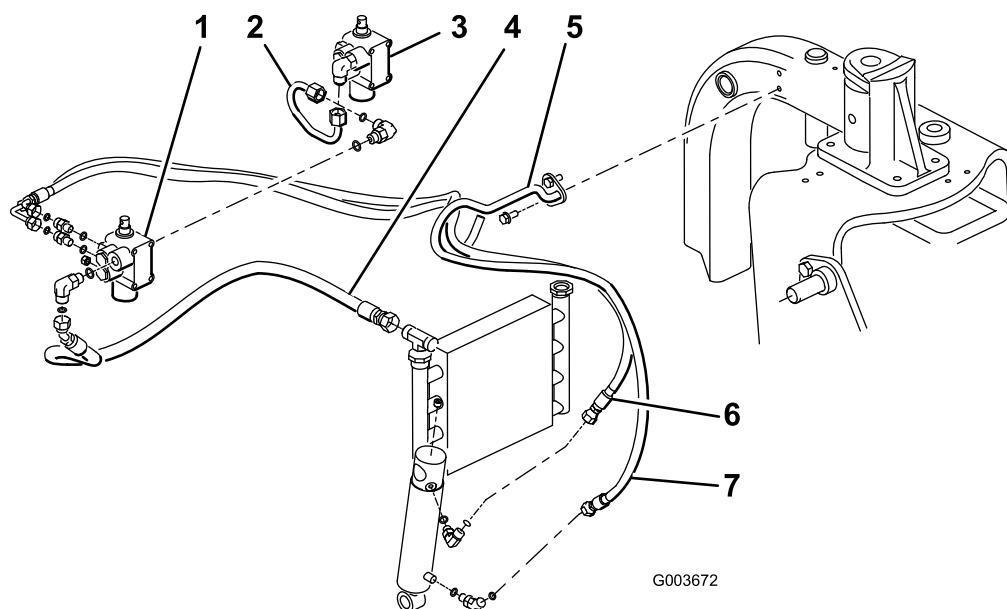

Рисунок 14
Примечание: Для сведения к минимуму потерь масла при снятии гидравлической трубы имейте наготове запасной шланг или заглушите фитинг на маслоохладителе одним из транспортировочных защитных колпачков, снятых при узле трубы, № по кат. 108–8447 (Рисунок 14).
4. Подсоедините узел трубы, № по кат. 108-8447 к 90-градусному фитингу на левой стороне нового клапана и к освободившемуся фитингу на существующем подъемном клапане (Рисунок 14).
5. Подсоедините 45-градусный фитинг на конце гидравлического шланга, № по кат. 108-8449 к 90-градусному фитингу на правой стороне клапана, а прямой конец шланга к освободившемуся фитингу на маслоохладителе (Рисунок 14). Прокладка шлангов показана на Рисунок 15 и Рисунок 16.
6. Закрепите держатель армированного шланга на левой трубе рамы 2 самонарезающими винтами (5/16 x 3/4 дюйма) (Рисунок 14).
7. Подсоедините короткий конец 90-градусного фитинга гидравлического шланга, № по кат. 108-8453 к верхнему прямому фитингу на задней стороне клапана. Проложите шланг через держатель армированного шланга и подсоедините прямой конец шланга к верхнему фитингу гидроцилиндра (Рисунок 14). Прокладка шлангов показана на Рисунок 15 и Рисунок 16.
108-8454 к нижнему прямому фитингу на задней стороне клапана. Проложите шланг через держатель армированного шланга и подсоедините прямой конец шланга к нижнему фитингу гидроцилиндра (Рисунок 14). Прокладка шлангов показана на Рисунок 15 и Рисунок 16. Проследите за тем, чтобы шланги были проложены в стороне от любых острых, горячих или движущихся компонентов.